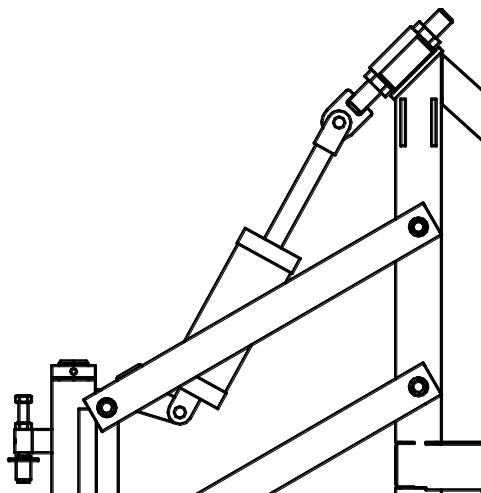

Рис. 6.4.10. Ориентация цилиндра, пальцев и регулировочного болта
**Внимание!** При техосмотрах необходимо контролировать горизонтальное положение пальцев в крепежных проушинах гидроцилиндров. Перекручивание цилиндров в вертикальной плоскости может привести к их повреждению в процессе работы посевного агрегата (рис. 6.4.10).